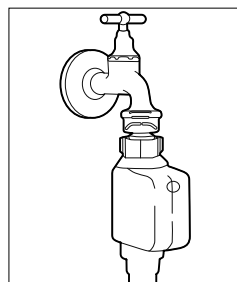

Fig. 5
- ▶ Conecte la manguera de entrada de agua en la conexión para la entrada de agua (13). Apriete la conexión de manguera con la mano.
- ▶ Conecte el extremo de la manguera con Aquastop a un grifo de agua fría con rosca 3/4" (véase **fig. 5**). También puede conectar la manguera de entrada a un grifo de agua caliente siempre que la temperatura del agua no sea superior a 60 °C.